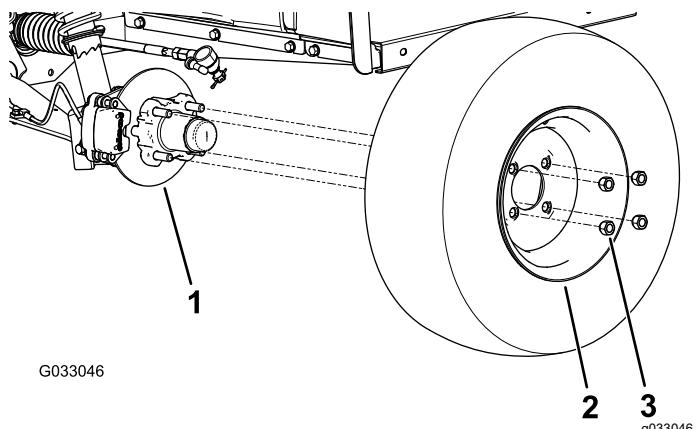

Figura 25
2. Retire as 4 porcas de rodas que prendem a roda ao cubo (Figura 25).
4. Alinhe os orifícios na roda com os pinos do cubo e monte a roda no cubo com a haste da vela para fora (Figura 25).
5. Prenda a roda ao cubo utilizando as porcas das rodas (Figura 25).